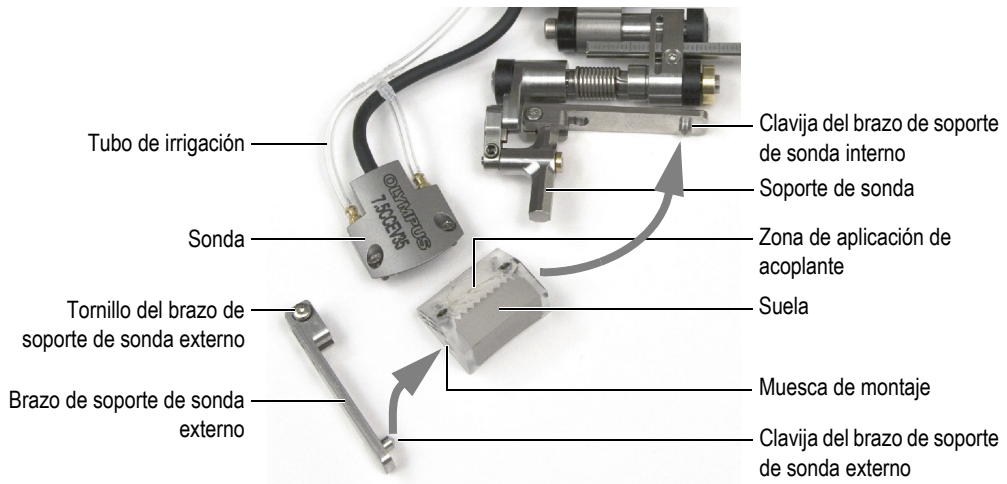

Figura 2-5 Reemplazo de la suela en el escáner
1. Retire el brazo de soporte de sonda externo (véase la Figura 2-5 en la página 38):